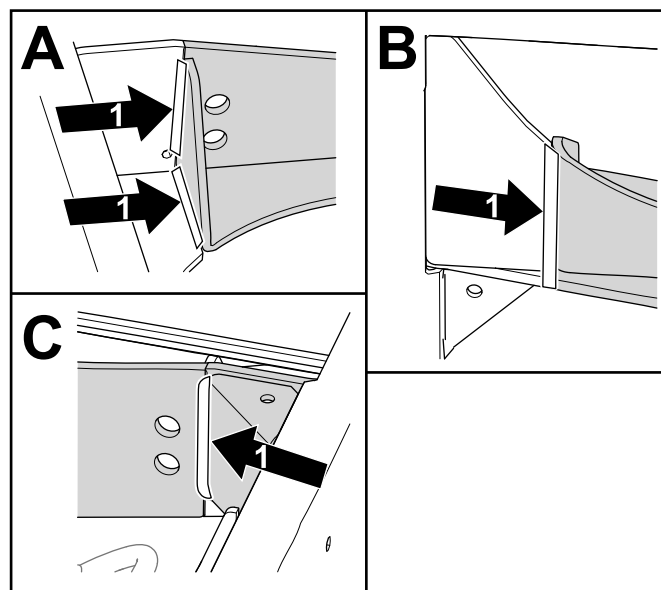

Рисунок 15
1. Приварите опору моста к раме в местах, показанных на Рисунок 15. Повторите эти действия на другой стороне.